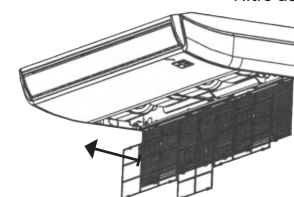

FIG. 6-3
• Directamente saque el filtro de aire de la entrada de aire, como se indica en la Fig.6-3.
• Vuelva a instalar el filtro de aire en el orden inverso de la Fig.6-3.